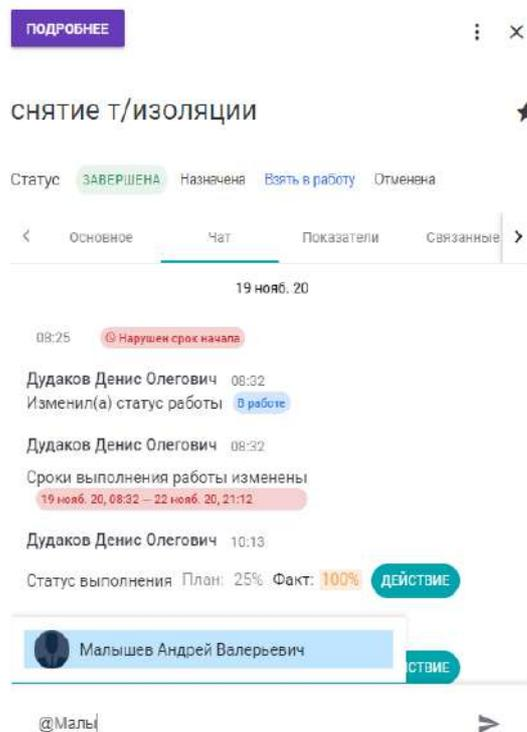

Рисунок 74 — Пример ввода адресного сообщения на вкладке «Чат»
- В нижней части карточки работы добавьте комментарий с адресатом ввод через @ (при необходимости) и нажмите на кнопку «стрелка» (см.рис.74);